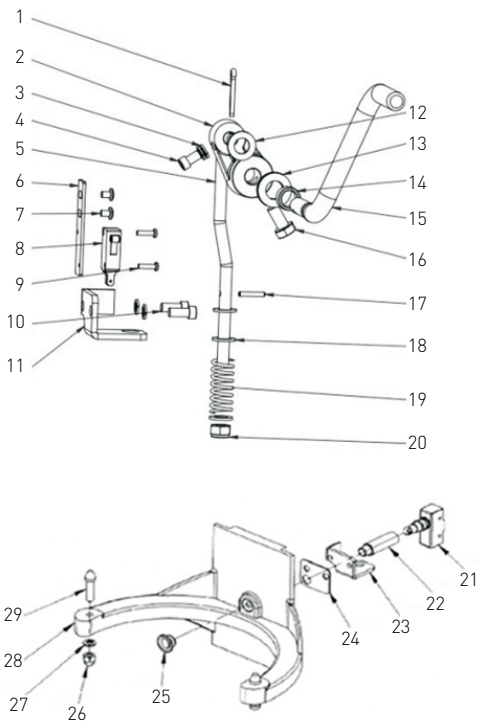

Rys. 2: Zespół przekładni
- Zespół przekładni (Rys. 2);
Wykaz części urządzenia znajdujących się na Rys. 2